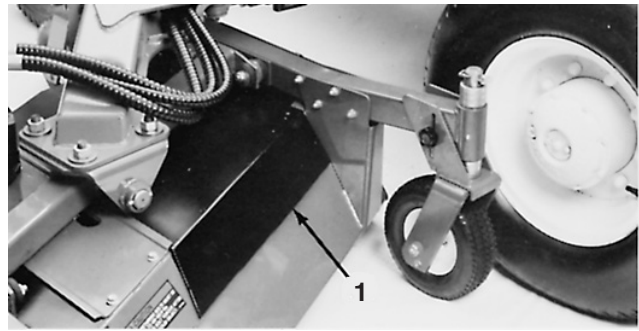

Bild 58
2. Nehmen Sie die Abdeckung der inneren Mähwerk-riemenscheibe ab (Bild 58).